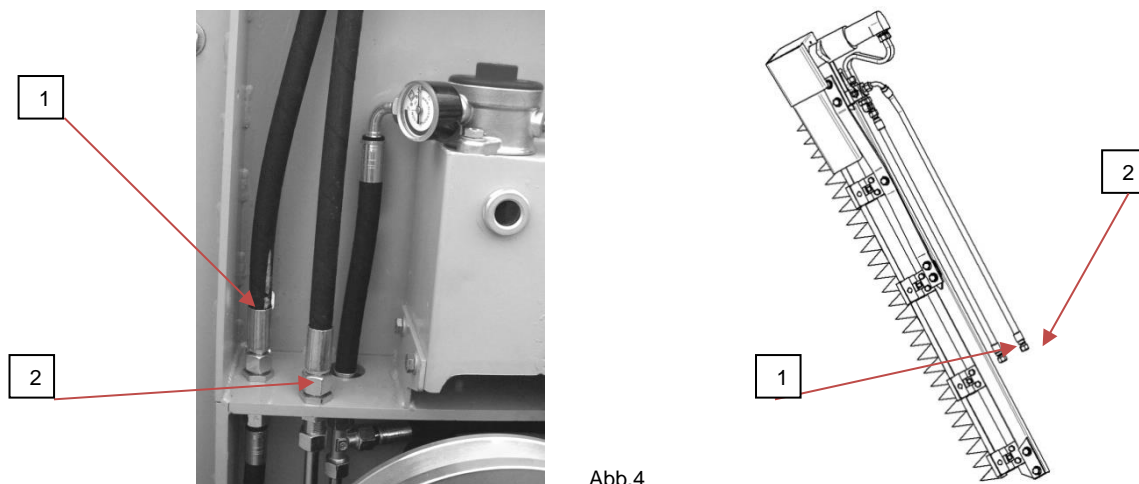

Abb.4
- Anstelle von demontierter Röhre (U) die hydraulischen Leitungen festschrauben. (Abb.4) Die Adressenübereinstimmung der Leitungsendstücke und Klemmen 1-1, 2-2 bewahren.